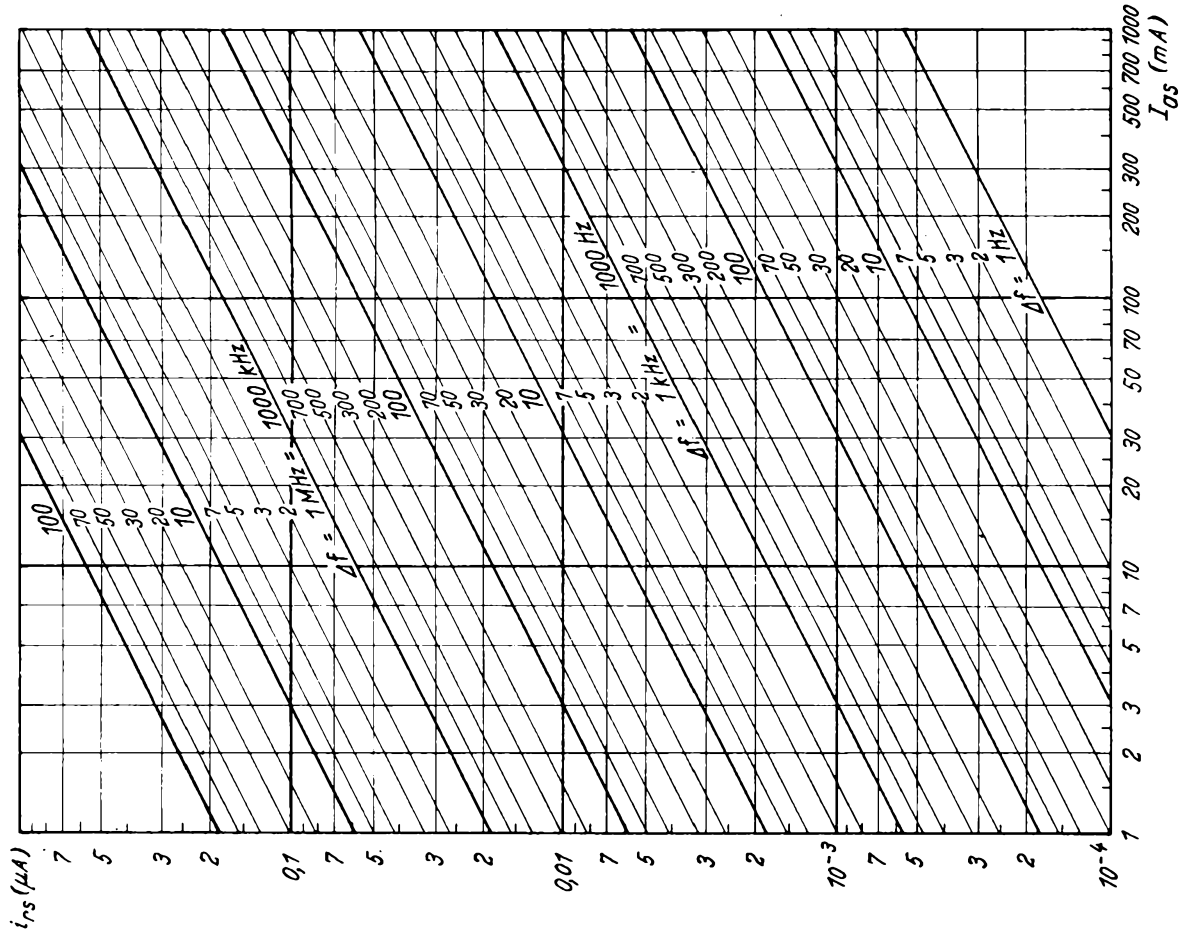

Bild 4. Diagramm zur Berechnung des Kurzschluß-Rauschstroms bei gegebenem Anodenstrom und gegebener Bandbreite für eine gesättigte Entladung.
Das Diagramm Bild 4 stellt auf Grund von Formel (17) den Rauschstrom in Abhängigkeit vom Anodengleichstrom und der Bandbreite dar.